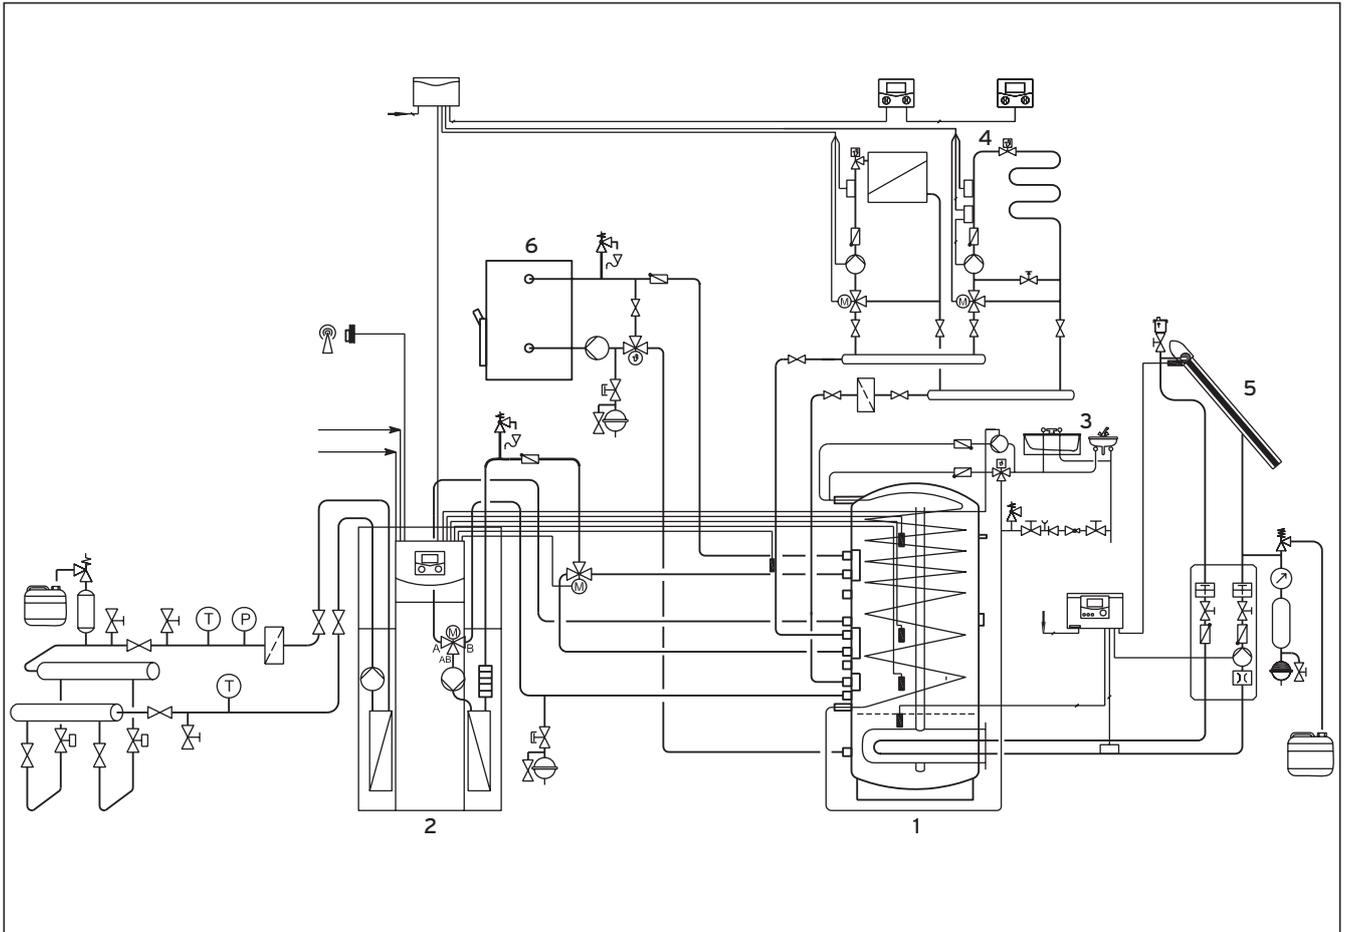

Рис. 2.2 Отопление и приготовление горячей воды тепловым насосом, посредством поддержки от гелиоустановки и котла, работающего на твердом топливе
На рис. 2.2 изображен многофункциональный накопитель с тепловым насосом, солнечным подогревом и котлом, работающим на твердом топливе. Котел, работающий на твердом топливе, работает независимо от теплового насоса, гидравлическая интеграция выполняется так, как изображено. Учтите:
**Пояснение к рис. 2.2**